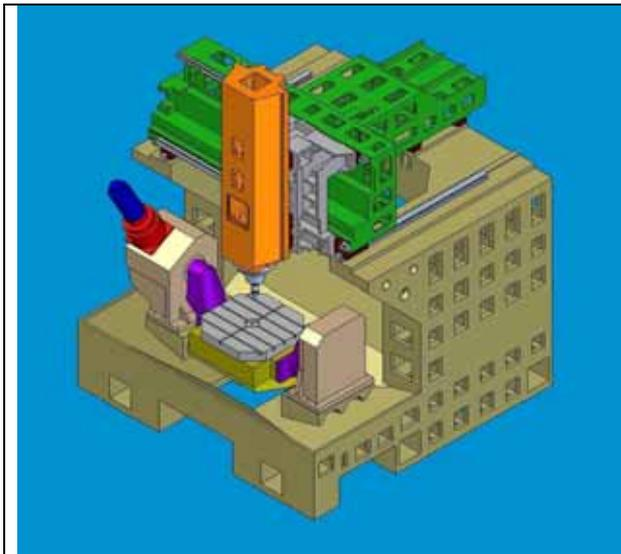

Рис.1.1
1. С поворотным столом (рис.1.1, 1.3, 1.4).